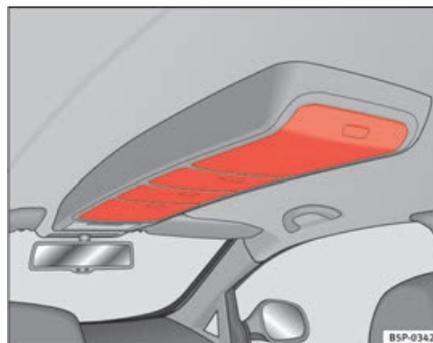

Fig. 105 Compartiments de rangement du pavillon
- Pour ouvrir ces compartiments, appuyez sur le bouton de la trappe, ⇒ fig. 105. La trappe s'ouvre automatiquement.